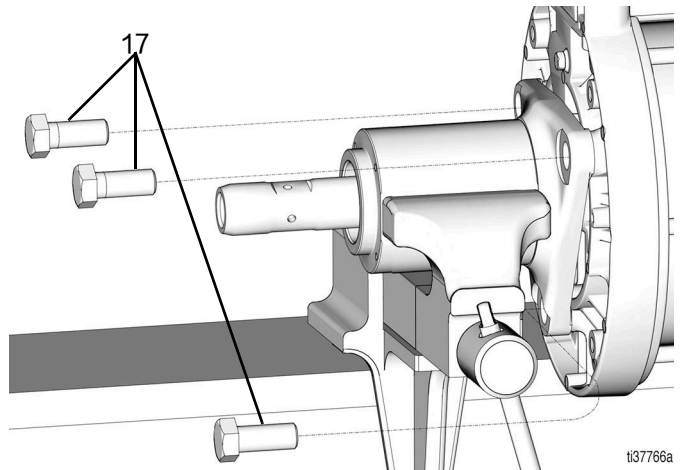

图 14
16. 使用 15/16 英寸扳手 (图 14) 拧松并拆下三个出口外壳适配器螺丝 (17)。